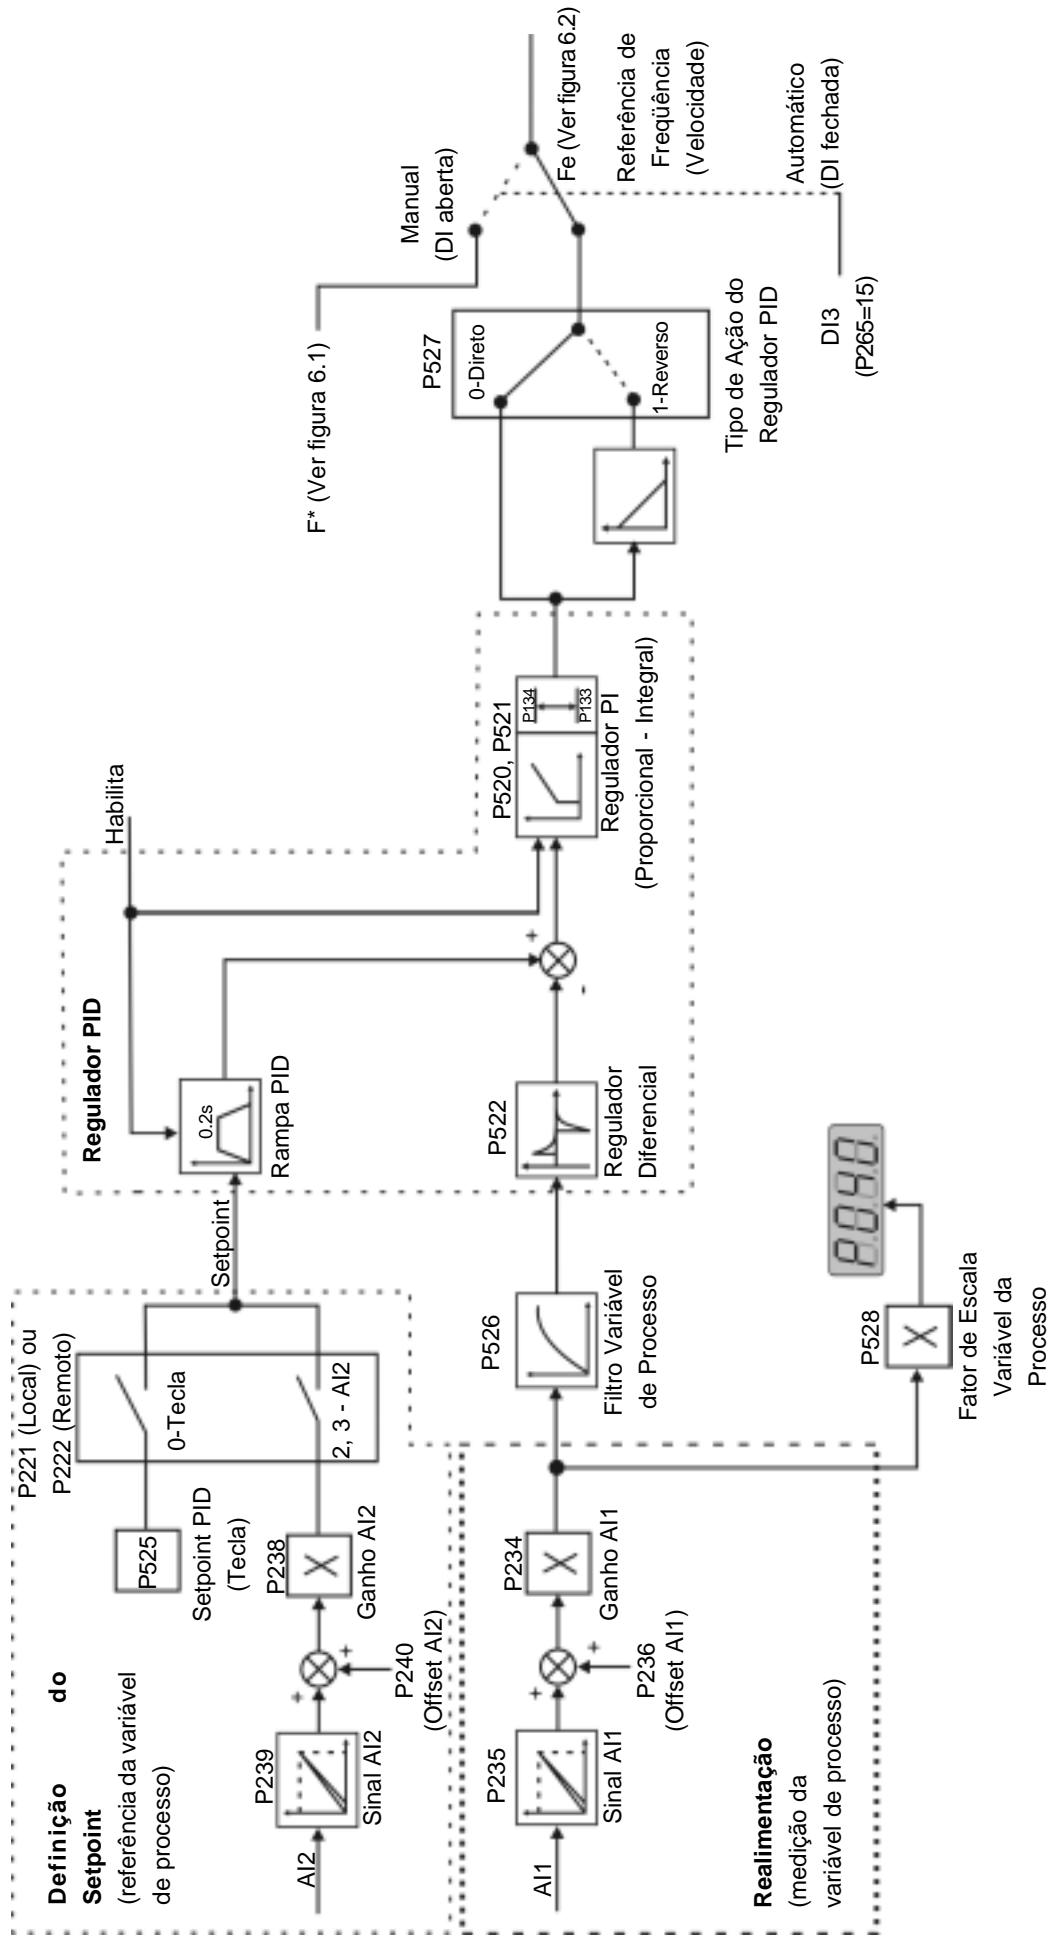

Figura 6.25 - Blokodiagramma da função regulador PID
- A figura 6.25 apresenta uma representação esquemática da função regulador PID.